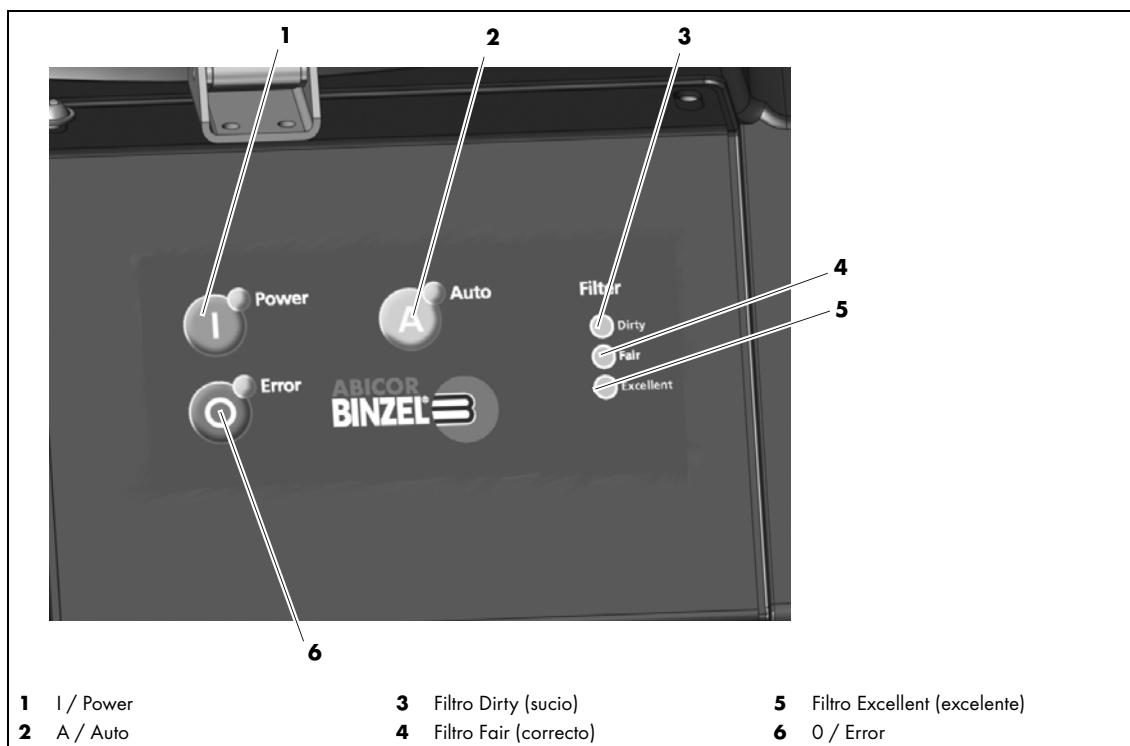

Fig. 3 Elementos de manejo
- ⇒ Fig. 3 Elementos de manejo en la página ES-10